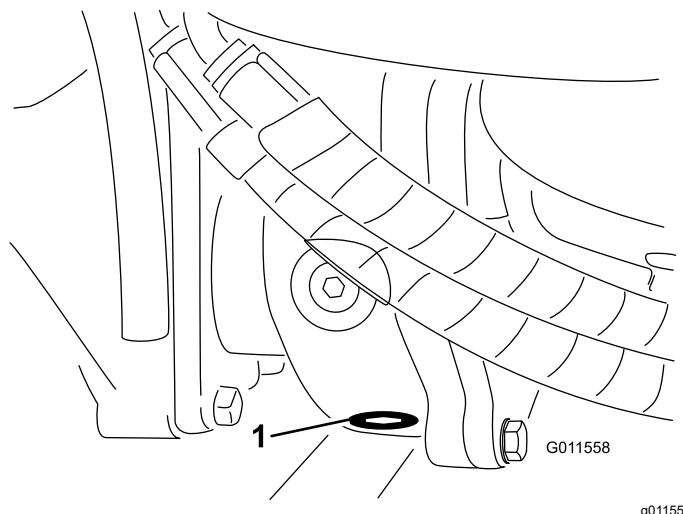

Figura 108
5. Pulite l'area circostante il tappo di spurgo sul fondo della scatola degli ingranaggi (Figura 108).